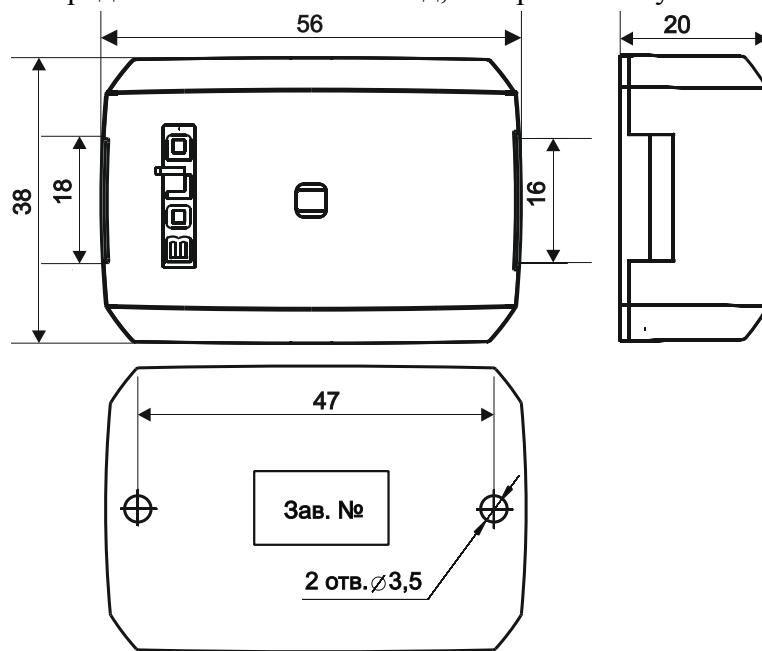

Рисунок 2.2.1 Габаритные и установочные размеры AP2
- 2) просверлите отверстия в соответствии с установочными размерами (рис. 2.2.1);